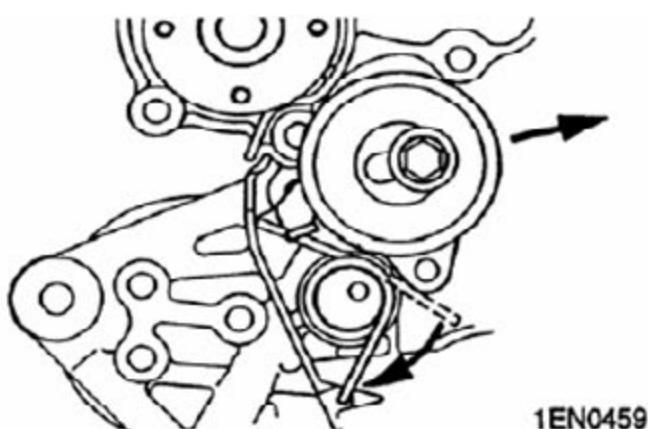

图 3-11
- C). 夹住张紧器弹簧的另一伸长端，并如图 3-11 所示将它钩到机油泵壳体凸耳上。
- D).以图 3-11 所示方向移动正时皮带涨紧器，临时涨张紧皮带。